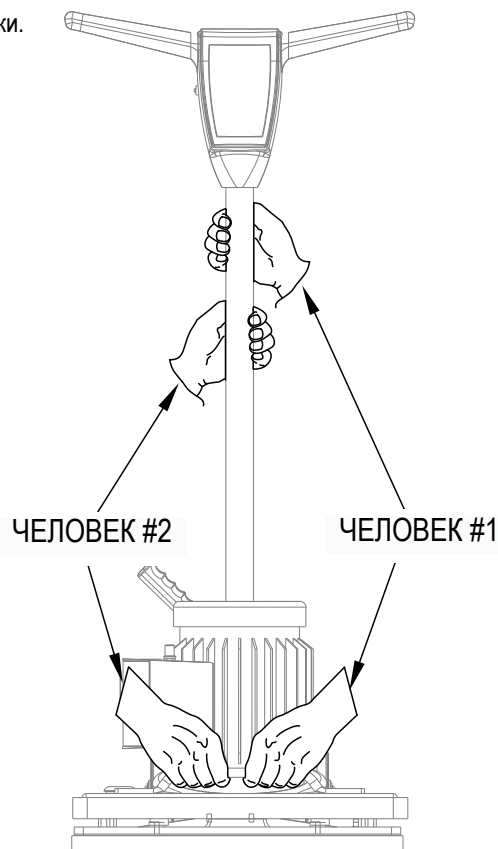

Рисунок 2
3. Возьмите машину за подъемные стороны и перенесите на грузовую площадку. Смотрите рис. 2.